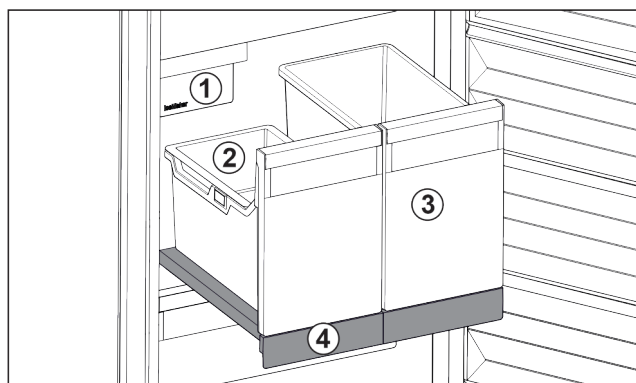

Fig. 190 Izvlečna polica z IceTower
Na izvlečni polici sta dve visoki posodi (IceTower). V posodi Fig. 190 (2) se zbirajo in skladiščijo ledene kocke iz IceMaker. Posoda Fig. 190 (3) je primerna za shranjevanje višjih živil, kot so pice ali alkoholne pijače.